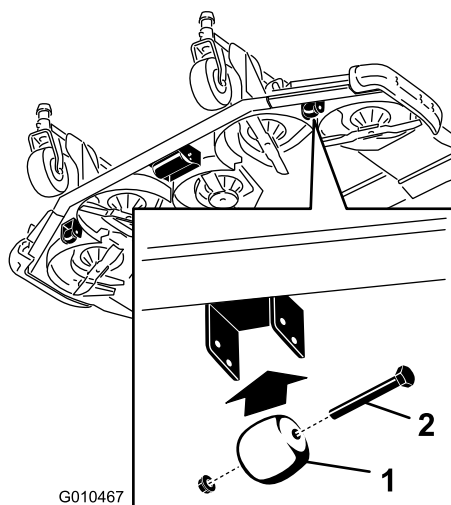

Figure 29
1. Retirez la vis et l'écrou qui fixent l'axe de galet au support du tablier de coupe (Figure 29).
1. Enlevez le boulon et l'écrou qui fixent la roue de jauge aux supports du tablier de coupe (Figure 29).